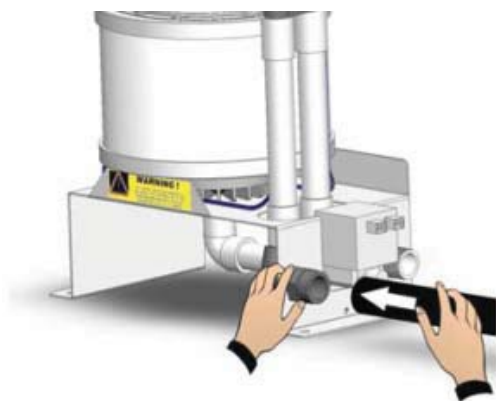

Рис. 18
3. Присоедините дренажную трубу к патрубку диаметром 25 мм, закрепив ее хомутом, поставляемым в комплекте (рис. 18 и 19).